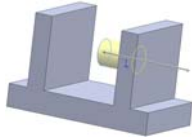

图 3-9 成形到下一面
- [成形到下一面]：从草图的基准面拉伸到下一面（隔断整个轮廓），以生成特征。下一面必须在同一零件上，如图 3-9 所示。